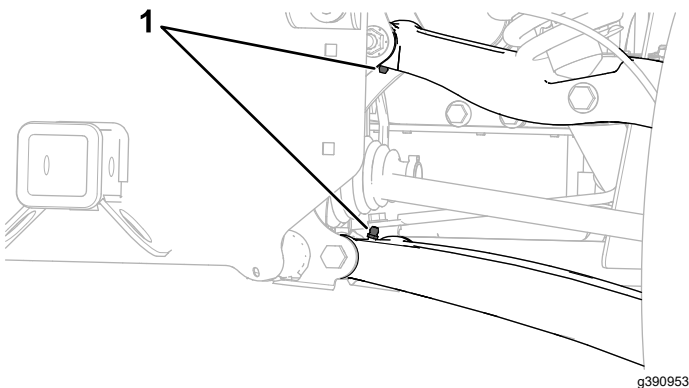

**Figure 54**
- **Pivots de bras de commande avant (2) ;** voir Figure 54